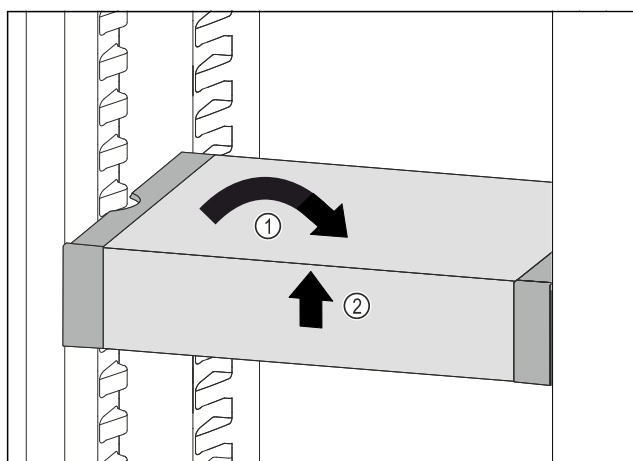

Fig. 157
- Collocare VarioSafe in maniera dritta. Fig. 157 (1)
- Sollevare VarioSafe dal lato anteriore. Fig. 157 (2)